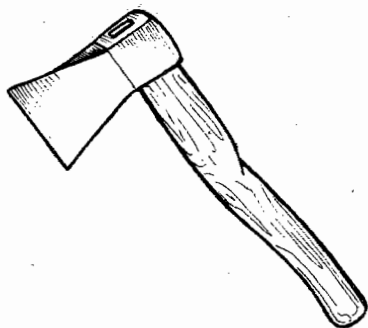

Рис. 25. Плотничный топор.
**Плотничный топор** (рис. 25) применяется для грубой обработки древесины — обтесывания бревен, кро-